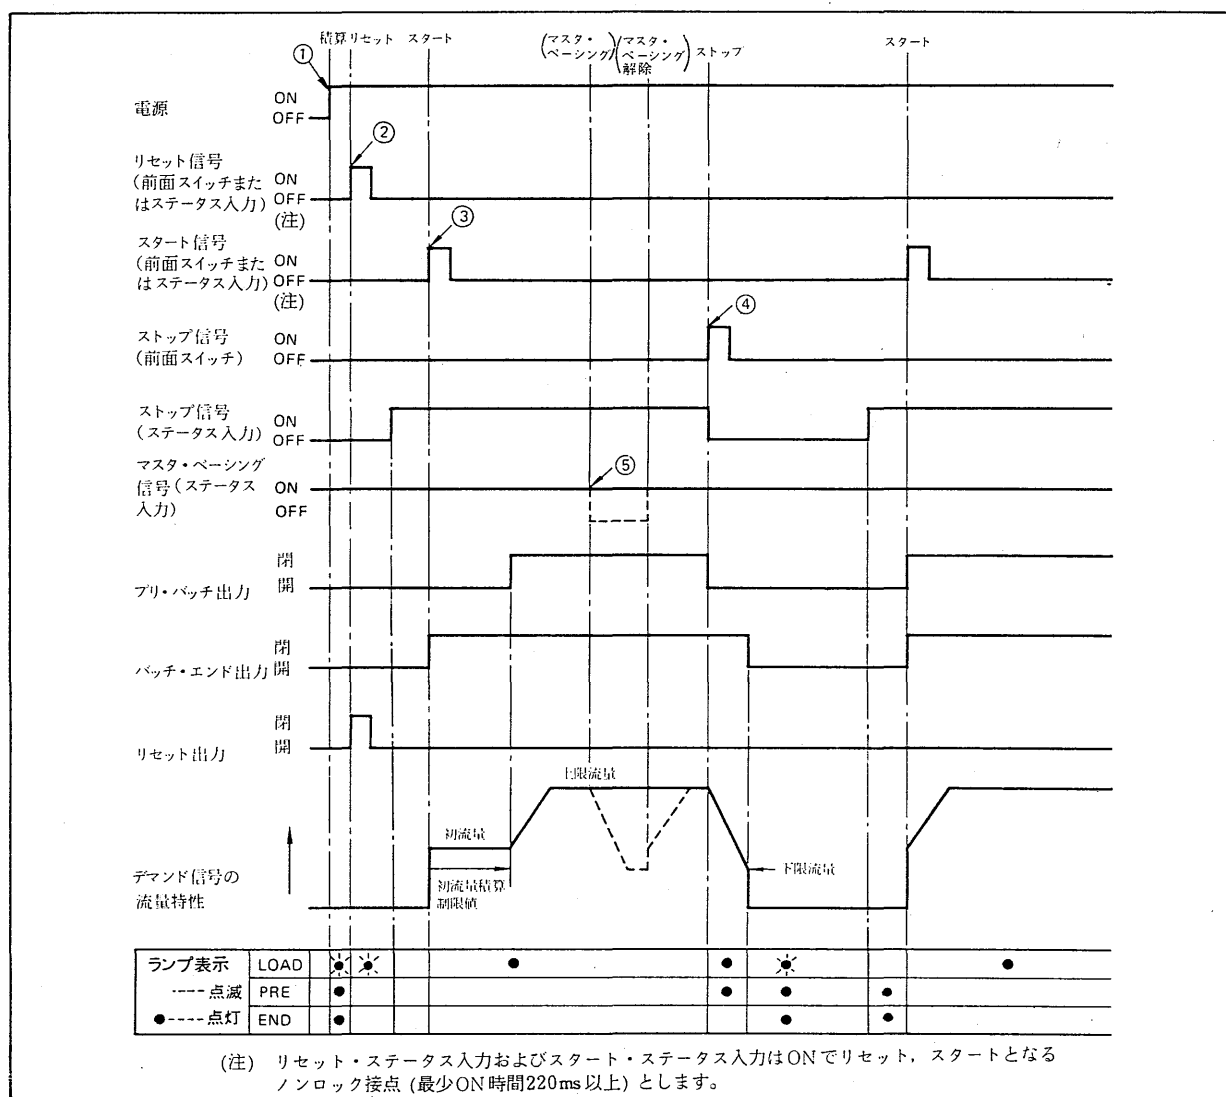

図 5.4.3 定流量設定器のシーケンスおよび流量特性
- ⑥ 上限流量にて運転中マスタ・ペーシング・ステータス入力OFFとなると、デマンド信号は設定された下降時間で徐々に減少し下限流量となります。次にマスタ・ペーシング・ステータス入力ONとなるとデマンド信号は設定された上昇時間で増加し上限流量にもどります。
5.4.2 定流量設定器のスタートアップ(図5.4.3参照)
デマンド信号は、シーケンスに従い上限流量まで上昇します。運転開始後のデマンド信号の変化については図 5.4.3 をご参照ください。